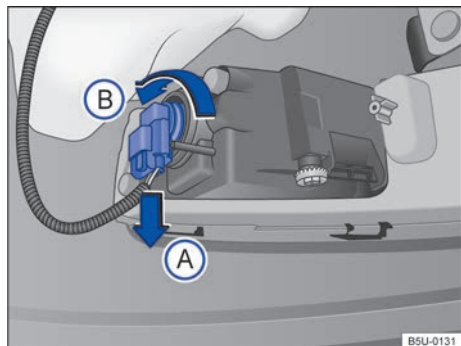

Fig. 170 Detrás del parachoques delantero: acceso a la lámpara incandescente del farol de neblina.
2. Desencajar el conector de alimentación de la lámpara → fig. 170 en el sentido de la flecha Ⓜ️, presionar, al mismo tiempo, la traba de fijación del conector.
3. Girar el portalámparas → fig. 170, en el sentido antihorario de la flecha Ⓟ, y desencajarlo del alojamiento.